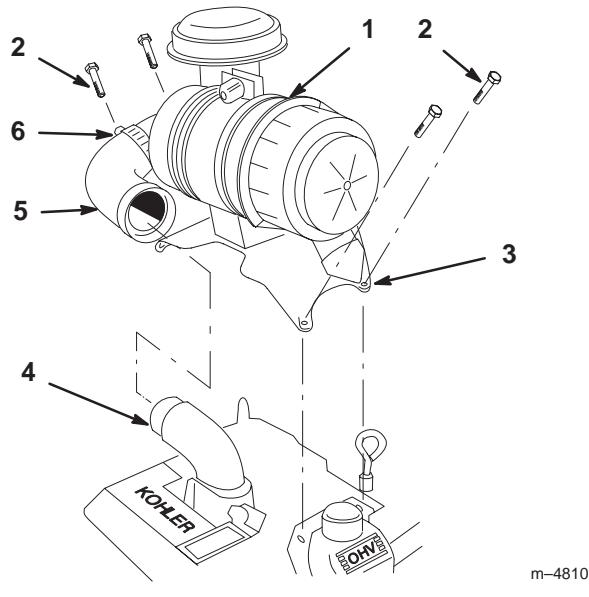

Figure 7
- Sortez le filtre à air de la boîte. Conservez le filtre à air et son support ensemble (Fig. 7).
- Retirez les deux vis de montage sur les couvre-culasses (Fig. 7).
- Posez le filtre à air sur le moteur et alignez les trous du support avec ceux des couvre-culasses (Fig. 7).
- Placez les vis dans le support du filtre à air et les couvre-culasses (Fig. 7).
- Retirez les bouchons en plastique du coude d'admission d'air sur le moteur et le flexible du filtre à air (Fig. 7).
- Raccordez le flexible au coude d'admission d'air sur le moteur et le filtre à air. Serrez les colliers pour fixer les raccords du flexible (Fig. 7).